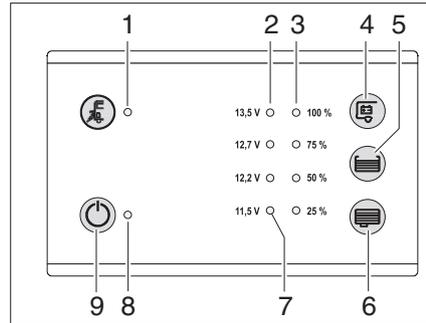

Bild 58 Panel LT 100
- ▶ Das Sensor-Tastfeld Hauptschalter 12 V EIN/AUS (Bild 58,9) berühren.
- ▶ Das Sensor-Tastfeld Abfrage Batteriespannung Wohnraumbatterie (Bild 58,4) berühren:
- ▶ Das Sensor-Tastfeld Abfrage Tankfüllstand Wasser (Bild 58,5) bzw. Abwasser (Bild 58,6) berühren.